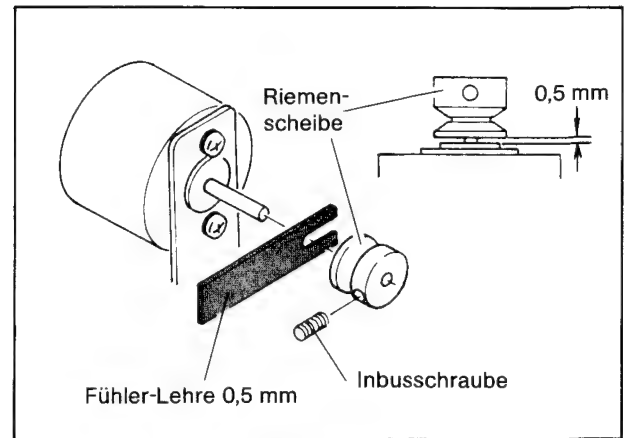

Bild 2-8
3. Die Schrauben B entfernen, Motor tauschen. Die Riemenscheibe nach Bild 2-8 montieren. Vor dem Einbau der Getriebeeinheit beide Ladearme in Betriebsstellung schwenken.